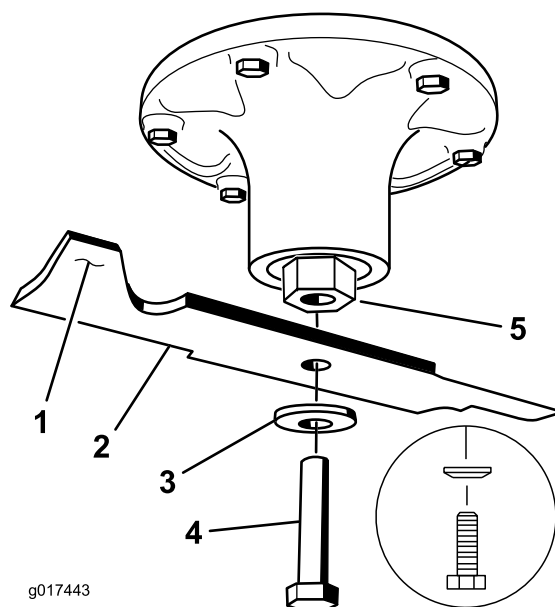

Figure 115
- Enlevez des axes des lames gauche et centrale, le boulon de lame, la rondelle bombée et la lame (Figure 115).
- Reposez sur les axes, les lames gauche et centrale, les rondelles bombées et les boulons de lame (Figure 115 et Figure 116).
Remarque: Orientez le cône de la rondelle bombée vers la tête du boulon (Figure 115).
- Posez sur l'axe, la lame droite, la rondelle bombée et le boulon (fileté à gauche) (Figure 115 et Figure 116).